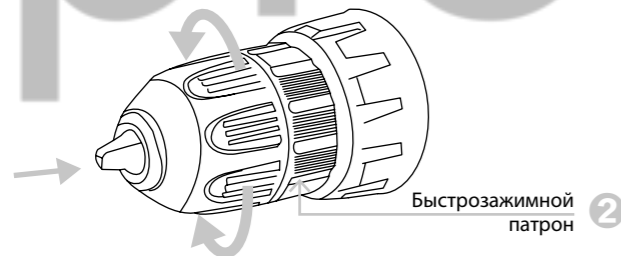

Рисунок 2.1.2. Установка оснастки
- 1 Поверните втулку патрона «2» (рисунок 2.1.2) против часовой стрелки для открытия зажимных кулачков настолько, чтобы можно было ставить оснастку.
- 2 Вставьте оснастку в патрон как можно глубже. Поверните втулку патрона «2» (рисунок 2.1.2) по часовой стрелке для затяжки патрона.
- 3 Для снятия биты, поверните втулку «2» (рисунок 2.1.2) против часовой стрелки. При использовании бит-насадок всегда применяйте универсальный держатель. Используйте только бит-насадки, подходящие.